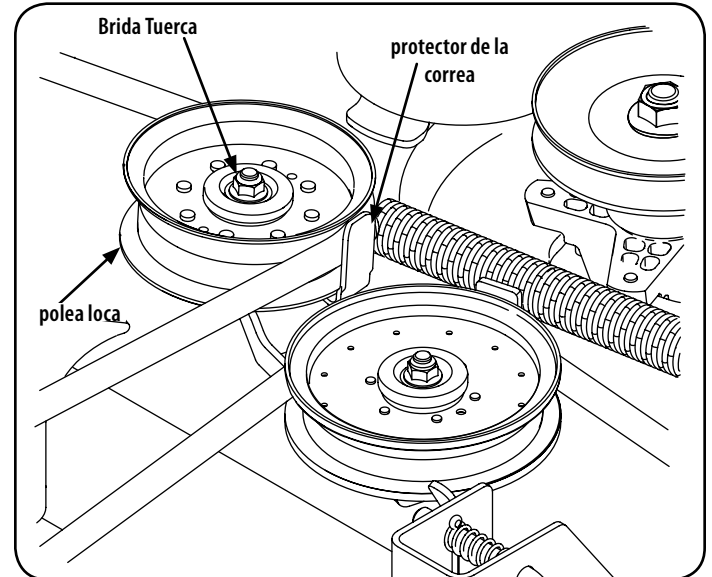

Figura 22
- a. Afloje, pero no quite, la polea loca móvil y protección de la correa por solo aflojar la tuerca de seguridad con brida de fijación de la polea loca para el brazo tensor. Ver Figura 22.
- d. Coloque la correa alrededor de las poleas locas que retiró en el paso 3. Una vez en su lugar, vuelva a apretar la tuerca de seguridad con brida de la polea tensora para asegurar el conjunto. Ver Figura 22.